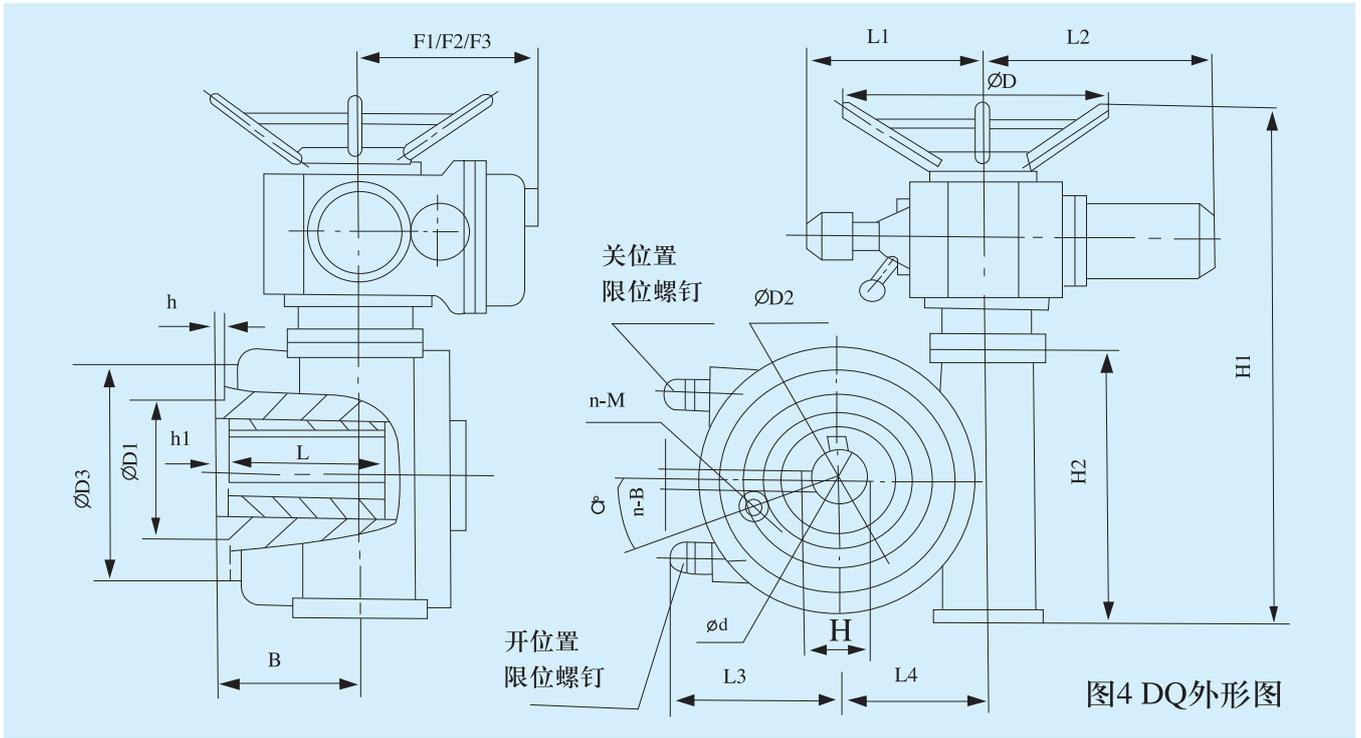

图4 DQ外形图
5.3力矩控制机构：结构见图4。当输出轴上受到一定转矩后，蜗杆除旋转外还产生轴向位移，由蜗杆上的齿条带动齿轴转动，当输出力矩增大到整定转矩时，则紧固在齿轴上的凸轮使微动开关动作，从而切断电机电源，电动机停转，以此实现对电动装置输出转矩的控制，达到保护阀门的目的。